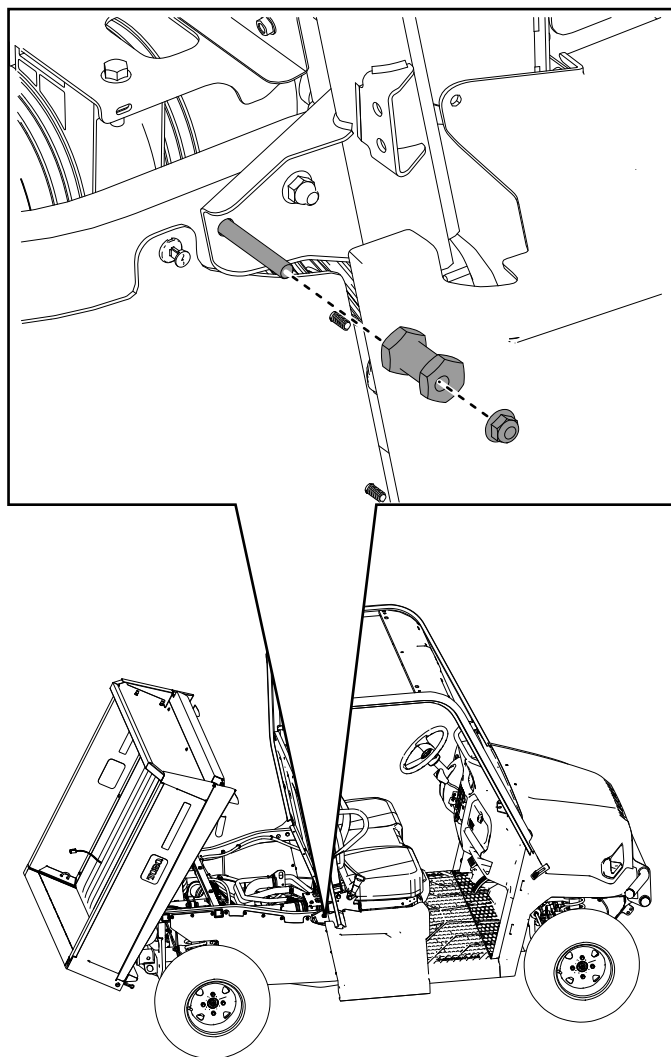

Figure 25
20. Installez les contre-écrous ($\frac{3}{8}$ ") et les goupilles de verrouillage retirés précédemment sur les tubes arrière droit et gauche du cadre (Figure 25).